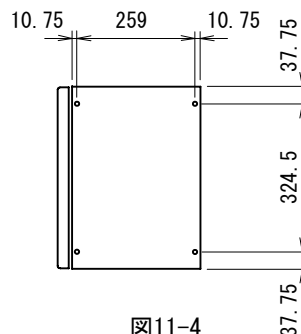

図11-4
- ①ウォールキャビネット側板の所定の位置にΦ1.5の穴(深さ5mm程度)を加工してください。(図11-4)
- ②所定のネジでエンドカバーを固定し、ネジ頭隠しシールを貼付けてください。